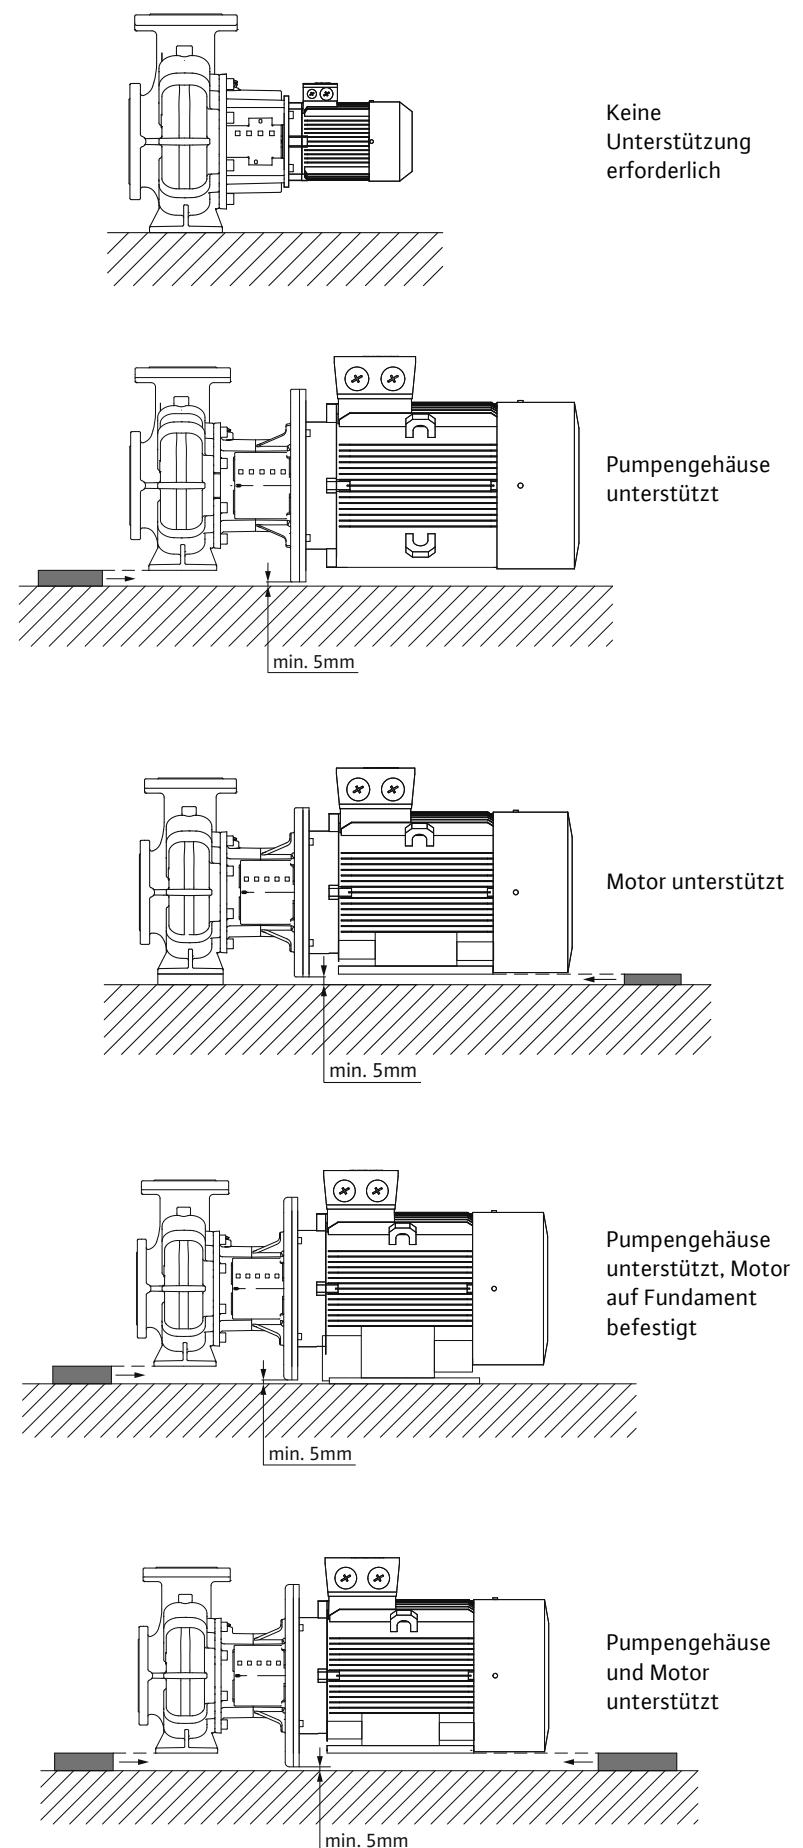

Fig. 14: Einbaubeispiele BL
- Bei Pumpen vom Typ BL muss der Motor ab einer Motorleistung von 18,5 kW unterstützt werden, siehe Einbaubeispiele BL (Fig. 14). **Nur Pumpentyp Design B:** Ab 37 kW vierpolig bzw. 45 kW zweipolig müssen Pumpengehäuse und Motor unterbaut werden. Hierfür können die passenden Unterlagen aus dem Wilo-Zubehörprogramm verwendet werden.